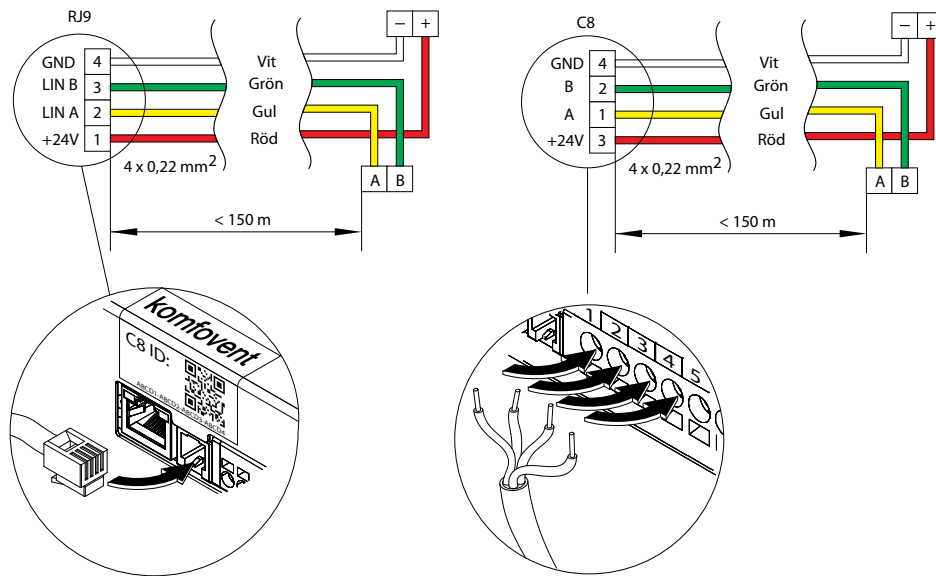

Fig. 14. Kopplingsdiagram för kontrollpanelen
- Kontrollpanel (se fig. 14).
- **Utgångar AOUT (6–8)** – Strömförsörjning och styrsignal till ett ventilställdon för vattenblandning till en extern värmväxlare eller kylare/värmare för direkt förångning (DX). Beroende på vilken typ av "Extern batteri" som är valt i inställningarna (se "DOMEKT Användarmanual") styrs ventilställdonet av en värme- eller kylsignal. En extern förvärmare för frostskydd av CF-värmväxlaren kan också anslutas här.
Styrpanelens kabel ansluts till C8-huvudkortet som visas i Fig. 14. Undantaget är R 200 V aggregatet, där man ansluter mot en RJ10-kontakt som sitter på en utdragen kabel ovan aggregatet.